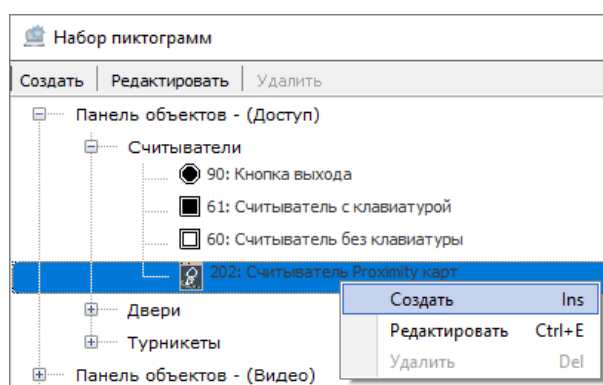

Рисунок 6-505 Выбор выполнения команды "Создать" для выбранного базового вида пиктограмм "202: Считыватель Proximity карт"
- 3) кликните по выбранному базовому виду пиктограмм правой клавишей мыши и выберите в контекстном меню вида пиктограмм команду «Создать» (см. Рисунок 6-505) или выделите выбранный базовый вид пиктограмм и нажмите клавишу <Ins> на клавиатуре;